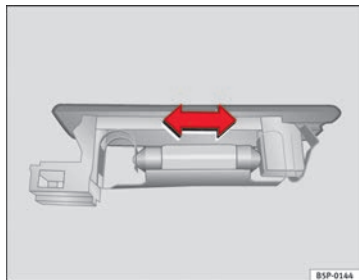

Abb. 171 Gepäckraum-
- Drücken Sie die Lampe zur Seite und nehmen Sie sie aus ihrer Halterung heraus ⇒ Abb. 171.